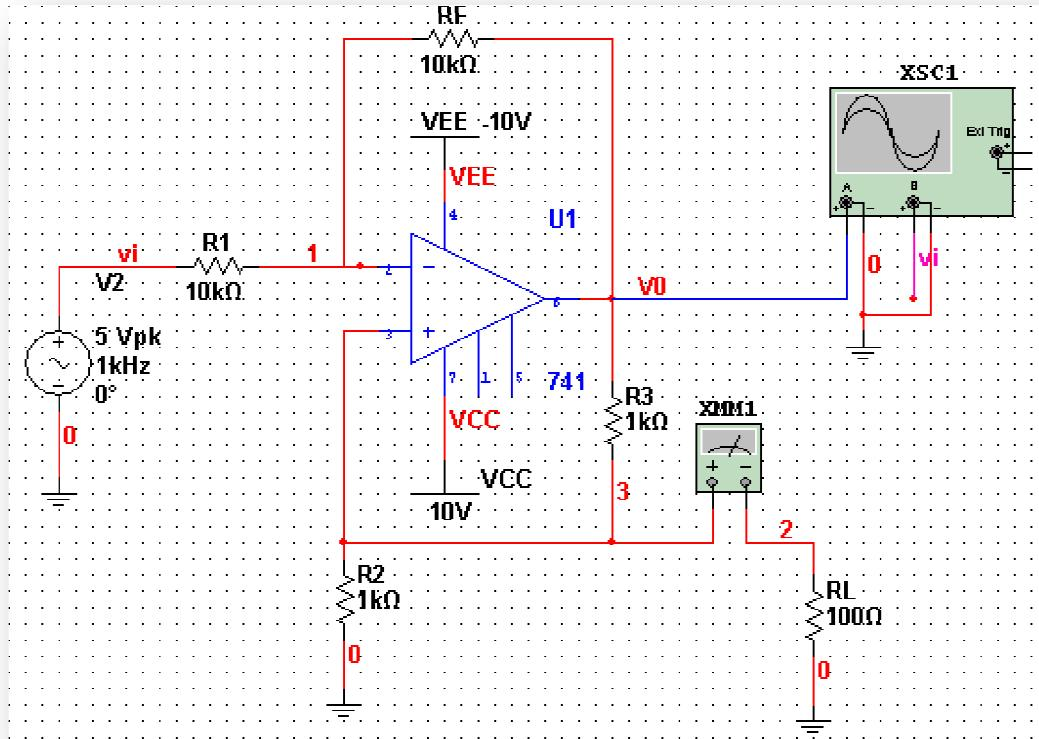

Figura 3.5-10
5. Ahora, mide la corriente que se obtiene en la impedancia de carga. Coloca un multímetro en serie con la resistencia de carga. Observa la Figura 3.5-10